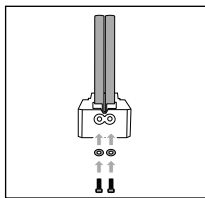

Fig. 3
- ◆ Insira uma arruela plana ⑬ em cada entalhe do elemento de guia de corte A ⑨ e enrosque um parafuso ⑫ com a chave Allen ⑮ em cada haste guia ⑦ (ver fig. 3).
- ◆ Repita estes passos para fixar as duas hastes guia ⑦ restantes no elemento de guia de corte B ⑩.